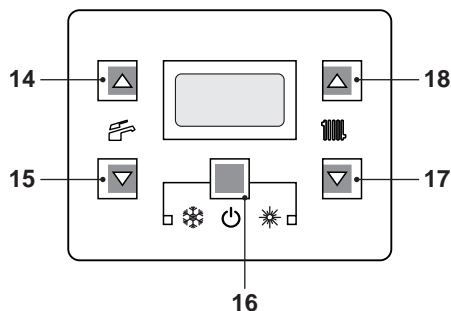
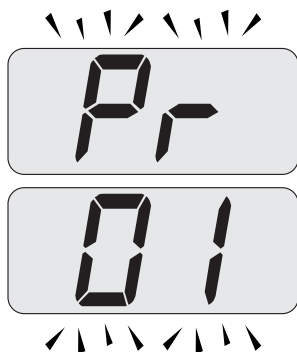
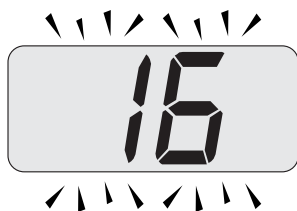

Figura 9.21
Figura 9.22
Figura 9.23
- Entrare in "modalità programmazione" premendo contemporaneamente per 10 secondi i tasti 16- 17- 18(Figura 9.21) fino a far apparire sul display LCD le lettere **Pr** che si alternano con il codice **01** indicanti l'entrata nel "parametro 01"(Figura 9.22).
- Premere contemporaneamente i tasti 16e 18(Figura 9.21) fino a far apparire sul display LCD il valore del parametro 01 (Figura 9.23) (14=M160.1212 SV/.., 16=M160.2525 SV/.. o 17=M160.3030 SV/..).
- Premendo contemporaneamente i tasti 16e 17(Figura 9.21) si esce senza modificare il valore (ritorno alla lista parametri Figura 9.22)
- Premendo contemporaneamente per 10 secondi i tasti 16- 17- 18(Figura 9.21) si esce dalla "modalità programmazione".